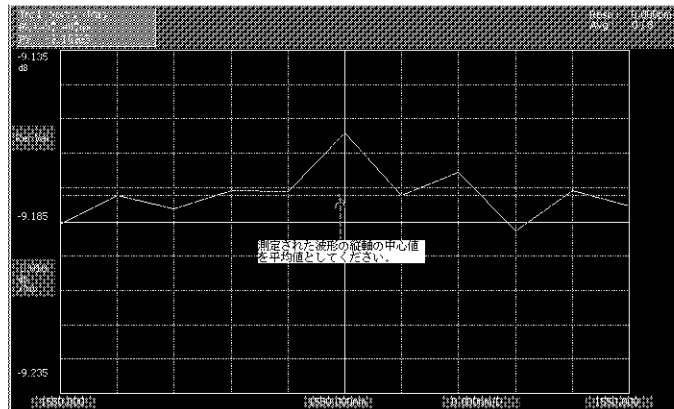

図 2-9 振幅特性直線性 (分散測定モード) 平均値の読み取り
18. 測定が終了したらオート・スケールを実行し、カーソルを用いて図 2-9 を参考に波形の平均値を読み取り、基準値から -5 dB の測定値としてパフォーマンス・ベリフィケーション・シートの該当欄に記入します。